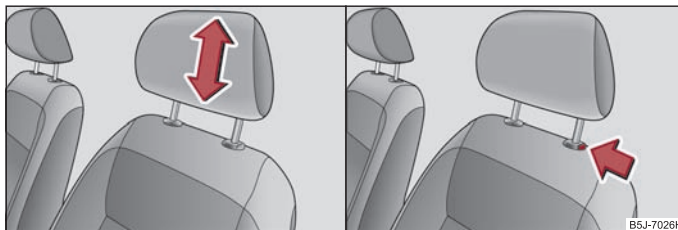

Fig. 51 Appuie-tête : Régler / extraire
- Saisissez l'appuie-tête latéralement avec les deux mains et faites-le coulisser vers le haut ou le bas, droit par rapport aux tiges de guidage en métal, dans le sens de la flèche ⇒ fig. 51 à gauche.
- Si vous souhaitez abaisser l'appuie-tête, vous devez appuyer sur les touches de verrouillage ⇒ fig. 51 à droite et poussez en même temps sur l'appuie-tête avec l'autre main.
- Poussez la touche de sécurité dans le sens de la flèche ⇒ fig. 51 et retirez l'appuie-tête.